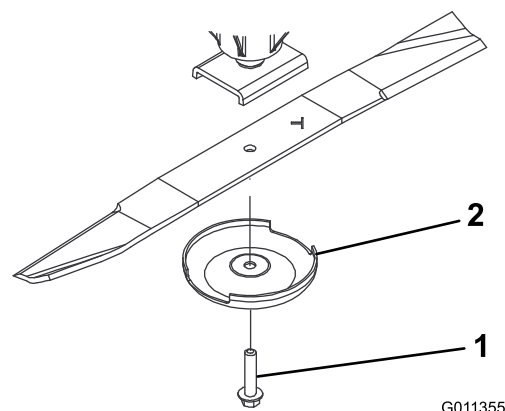

Figura 74
- Montate la lama, con la costa rivolta verso il piatto di taglio, con la coppa antistrappo e il bullone della lama (Figura 74).
- Afferrare l'estremità della lama con un cencio o un guanto bene imbottito. Togliere il bullone, la coppa antistrappo e la lama dall'asse del fusello (Figura 74).